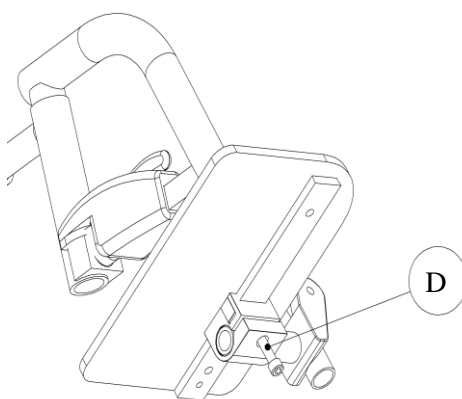

Figure 27 - Détail du bloc de réglage
1. À l'aide d'une « clé hexagonale 5mm », desserrer la vis **D** pour procéder à l'un ou l'autre des ajustements (figure 27);